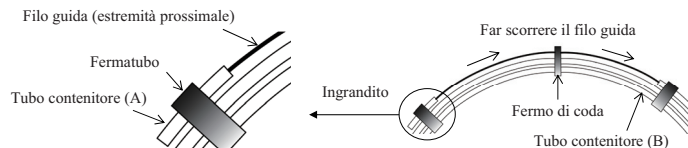

Figura 1
- d) Rilasciare il filo guida dal fermo di coda e farlo scorrere lentamente, spingendone l'estremità distale attraverso il tubo contenitore (B). (Figura 1)